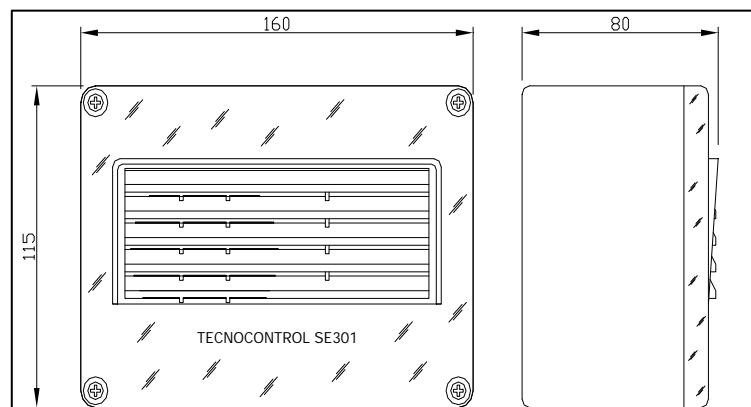

Fig. 1 – Dimensioni / Size / Dimensions
**MONTAGGIO:** L'**SE301A** va fissata a parete con 2 viti e tasselli. Se viene installata all'aperto deve essere protetta sia dalla pioggia sia dall'irraggiamento diretto del sole. In **fig. 1** sono indicate le dimensioni.
**MOUNTING:** The **SE301A** should be fixed to the wall with 2 screws and plugs. If installed outdoors, it must be protected from rain and from direct sunlight. In **fig. 1** shows the dimensions.
**MONTAGE:** La **SE301A** s'installe en saillie murale à l'aide de 2 vis et chevilles. Si elle est installée en extérieur elle doit être protégée de la pluie et du soleil. En **fig. 1** sont indiquées les dimensions.